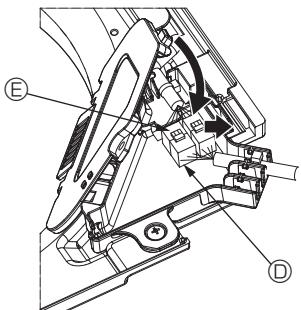

Fig. 5-10
- Kabloları konektör kutusuna yerleştirdikten sonra, konektör kutusunu kapağını kapatın. Kabloların sıkışmadığından emin olun. (Fig. 5-10) Konektör kutusu kapağını kapatırken, ok ile gösterilen yönde kapağı kaydırın ve çıkışının sıkıca yerleştirildiğinden emin olun.